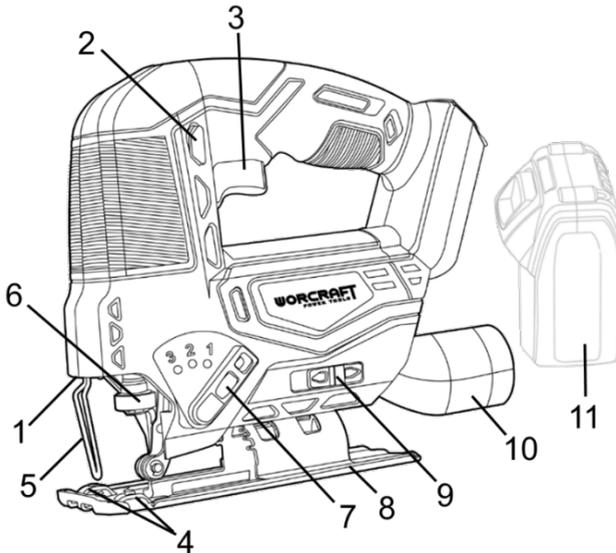
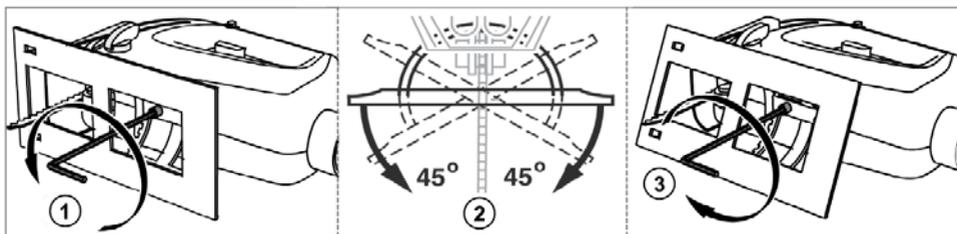

Рисунок 1
Рисунок 2
3.5.1 Встановлення бічної упору. Послабте фіксатори бічного упору (4, рисунок 1), вставте бічний упор з комплекту постачання в призначені отвори та зафіксуйте його фіксаторами.
3.5.2 Встановлення пиляльного полотна. Поверніть до упору важіль затискача (пилкотримача) пиляльного полотна (6, рисунок 1) за напрямком годинникової стрілки (якщо дивитися на виріб знизу). Встановіть пиляльне полотно у пилкотримач таким чином, щоб хвостовик пиляльного полотна увійшов у паз до упору, а саме полотно знаходилося в канавці опорного спрямовувального ролика. Потім відпустіть важіль пилкотримача. Перевірте фіксацію пиляльного полотна.
3.5.3 Налаштування кута нахилу опорної платформи. Для встановлення необхідного кута нахилу опорної платформи (8, рисунок 1) дивіться рисунок 2:
3.5.4 Система зміни режимів маятникового ходу. Встановіть необхідний режим маятникового ходу перемикачем (7, рисунок 1). Режим «0» призначений для різання пиломатеріалів, пластиків, металів, а також для криволінійного різання пиломатеріалів. Значення від «1» до «3» призначені тільки для більш швидкого прямолінійного різання, при цьому режими «2» та «3» – тільки для пиломатеріалів. Також необхідно пам'ятати, що чим більше маятниковий хід, тим менше якість розпилю. Чистий, делікатний різ можливий тільки в режимі «0».
- обдуж зони розпилу – перемикач вибору способу видалення пилю (9, рисунок 1) повинен бути переведений у крайнє праве положення;
- відведення пилю за допомогою пилососа – перемикач вибору способу видалення пилю повинен бути переведений у крайнє лівє положення, а пилосос під'єднаний до патрубкa (10, рисунок 1).
- пуск: натисніть кнопку блокування пускової клавіші від ненавмисного вмикання (2, рисунок 1), а потім натисніть пускову клавішу (3, рисунок 1) до положення з необхідною частотою ходів штока та утримуйте клавішу в такому положенні;
Обіріть передній край опорної платформи (8, рисунок 1) на кромку оброблюваної заготовки й встановіть різальну кромку пиляльного полотна навпроти лінії різі. Увімкніть виріб і введіть лезо пиляльного полотна в оброблюваний матеріал. Застосовуйте мінімальне натискання, якого буде достатньо для рівномірного розпилювання і надійного утримання виробу.